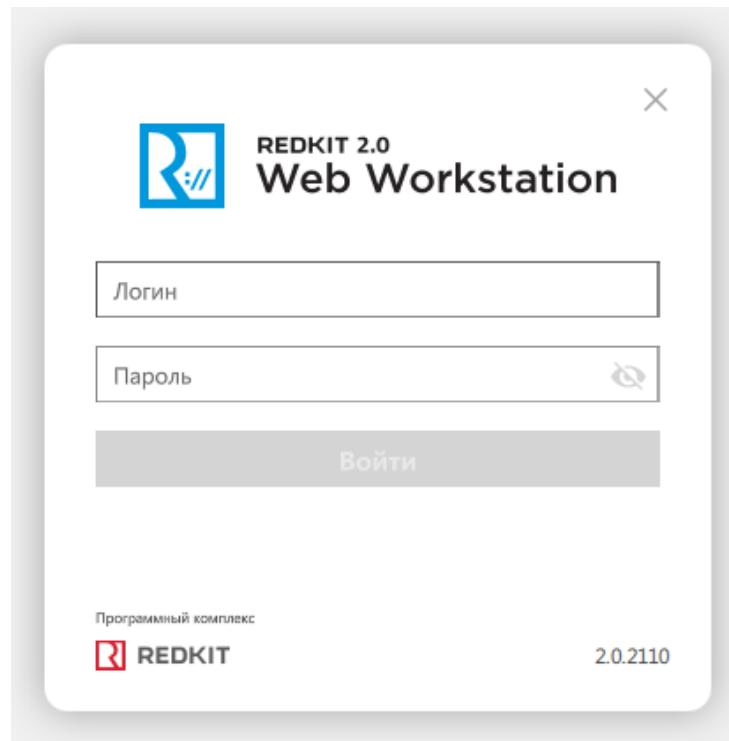

Рисунок 515 - Реквизиты оператора
- Введите реквизиты оператора и нажмите **Войти** (Рисунок 515).